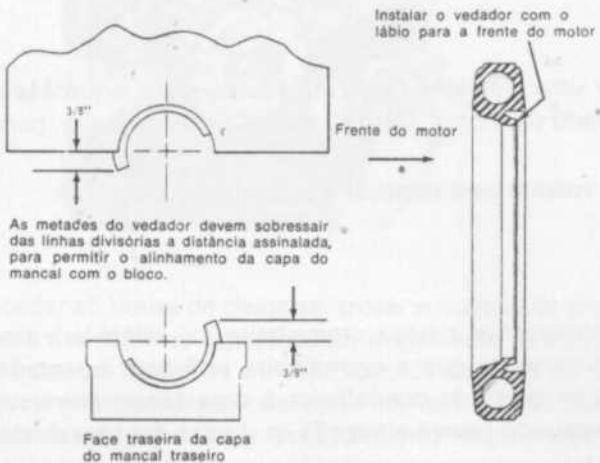

fig. 6
- Cuidadosamente, instalar a metade superior do vedador no alojamento do bloco, com o lábio voltado para a frente do motor (fig. 6). Girar o vedador no seu alojamento até aproximadamente 3/8" abaixo da superfície divisória, como mostra também a fig. 6. Certificar-se de que nenhuma borracha foi raspada do diâmetro exterior do vedador durante a instalação